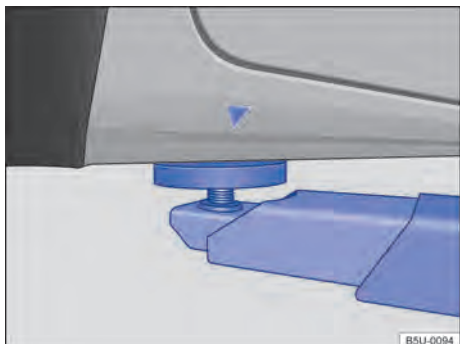
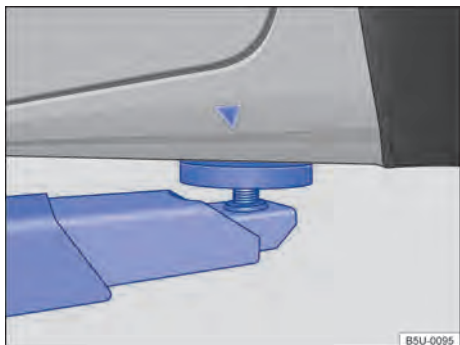

Fig. 146 Pontos de apoio dianteiros para a suspensão com plataforma elevatória ou com macaco.
Fig. 147 Pontos de apoio traseiros para a suspensão com plataforma elevatória ou com macaco.
O veículo deve ser suspenso somente pelos pontos indicados nas figuras → Fig. 146 e → Fig. 147. Se o veículo não for suspenso pelos pontos indicados, podem ocorrer danos no veículo →  e ferimentos graves → .
- Suspender o veículo somente pelos pontos indicados nas figuras → Fig. 146 e → Fig. 147. Se o veículo não for suspenso pelos pontos indicados, o veículo poderá cair da plataforma elevatória quando, por exemplo, o motor ou a suspensão for desmontado.